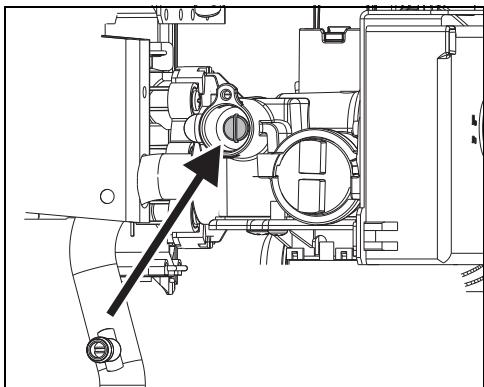

Рис. 14 Винт регулировки макс. расхода газа
- Снять пломбу с регулировочного винта (рис. 14).
- При помощи регулировочного винта (рис. 14) отрегулировать давление перед форсункой по таблице 7.